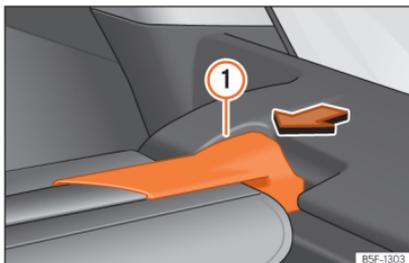

Abb. 127 Im Gepäckraum: Abdeckung ausbauen.
- Drücken Sie die Aufhängung der Abdeckung »» **Abb. 127** ① in Pfeilrichtung.
- Lassen Sie die Aufhängung der Abdeckung »» **Abb. 127** ① auf der anderen Seite in der Aufnahme einrasten.